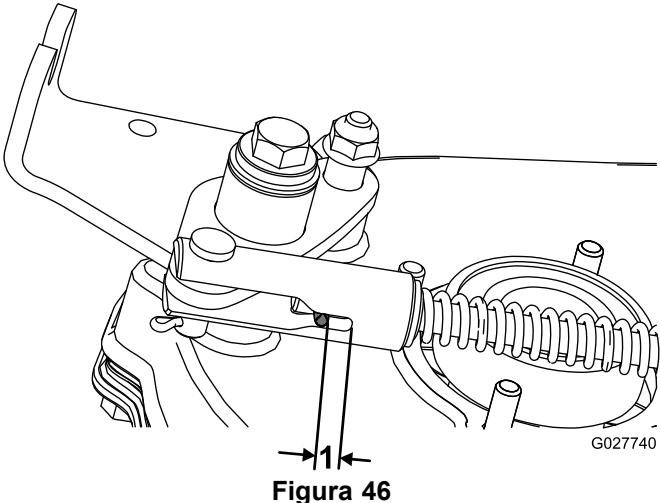

Figura 46
2. Misurate la distanza dalla spina all'estremità della scanalatura (Figura 46); se è inferiore a 0,8 mm, regolate la frizione in base ai passaggi sotto.
6. Innestate la leva di comando della trazione e misurate la distanza tra la spina e l'estremità della scanalatura (Figura 46). La distanza dovrebbe essere compresa tra 6 mm e 9,5 mm.